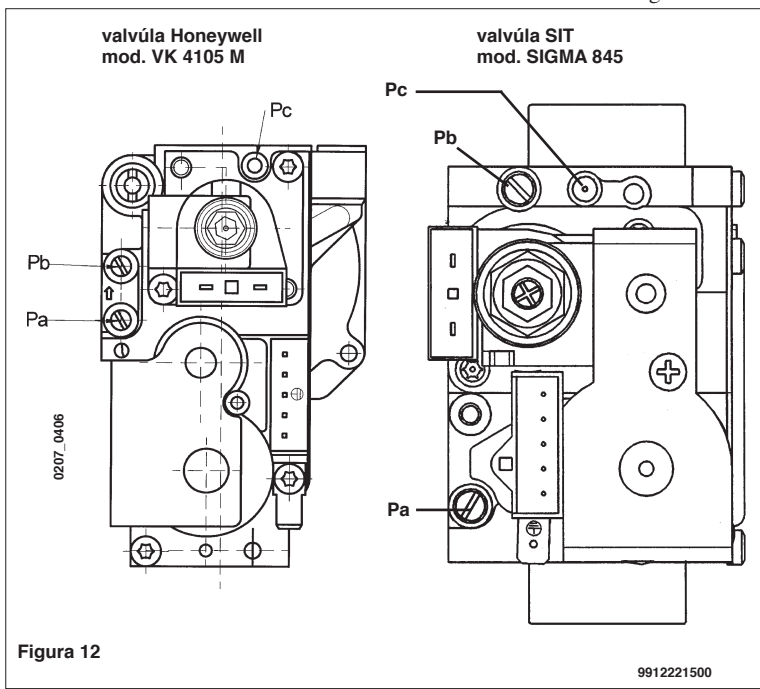

Figura 12
Las modalidades de calibrado del regulador de presión difieren ligeramente según el tipo de válvula del gas utilizada (HONEYWELL o Sit, véase figura 12).
As modalidades de ajuste do regulador de pressão são levemente diferentes conforme o tipo de válvula do gás utilizada (HONEYWELL ou SIT, ver figura 12).
- conectar la toma de presión positiva de un manómetro diferencial, posiblemente de agua, a la toma de presión (Pb) de la válvula del gas (figura 12). Conectar, sólo para los modelos a cámara estanca, la toma negativa del mismo manómetro a un especial "T" que consienta conectar entre ellos la toma de compensación de la caldera, la toma de compensación de la válvula del gas (Pc) y el manómetro mismo. (Se puede efectuar una medición equivalente conectando el manómetro a la toma de presión (Pb) y sin el panel frontal de la cámara estanca); Una medición de la presión en los quemadores efectuada con métodos diferentes a los descritos podría resultar incorrecta, dado que no tomaría en cuenta la depresión creada por el ventilador en la cámara estanca.
- ligar a tomada de pressão positiva de um manómetro diferencial, possivelmente de água, à tomada de pressão (Pb) da válvula do gás (figura 12). Ligar, somente para os modelos a compartimento estanco, a tomada negativa do mesmo manómetro a um especial "T" que permita ligar a tomada de compensação da caldeira, a tomada de compensação da válvula do gás (Pc) e o próprio manómetro. (Uma medição igual pode ser efectuada ligando o manómetro à tomada de pressão (Pb) e sem o painel frontal do compartimento estanco); Uma medição da pressão aos queimadores efectuada com métodos diferentes dos descritos pode resultar falseada, pois pode não considerar a depressão causada pelo ventilador no compartimento estanco.
- controlar que la presión dinámica de alimentación de la caldera, medida en la toma de presión (Pa) de la válvula del gas (figura 12 en página 18, sea correcta (28 mbar para el gas butano, 37 mbar para el gas propano o 20 mbar para el gas natural).
- verificar que a pressão dinâmica de alimentação da caldeira, medida na tomada de pressão (Pa) da válvula do gás (figura 12 na página 18) seja a correcta (30 mbar para o gás butano, 37 mbar para o gás propano ou 20 mbar para o gás natural).